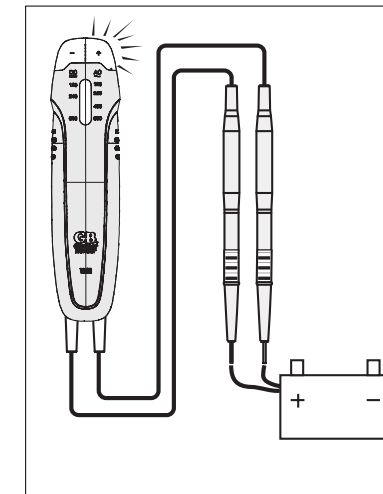

Fig. 1
4.1 Measuring DC Voltage Levels Measure the voltage by touching the test lead tips to the circuit where the value of voltage is needed. If the "+" test lead is on the positive contact the +VDC light will illuminate. If the "+" test lead is on the negative contact the -VDC light will illuminate. **Fig. 1**
4.1 Medición de niveles de voltaje de CC Mida el voltaje tocando el circuito con las puntas de los conductores donde se necesite el valor del voltaje. Si el conductor de prueba "+" está en el contacto positivo se iluminará la luz +VCC. Si el conductor de prueba "+" está en el contacto negativo se iluminará la luz -VCC. **Fig. 1**
4.1 Mesure des niveaux de tension c.c. Mesurer la tension en appliquant les extrémités des fils d'essai sur le circuit où la mesure de tension est requise. Si le fil d'essai positif (+) est sur le contact positif, le voyant +VDC s'allume. Si le fil d'essai positif (+) est sur le contact négatif, le voyant -VDC s'allume. **Fig. 1**